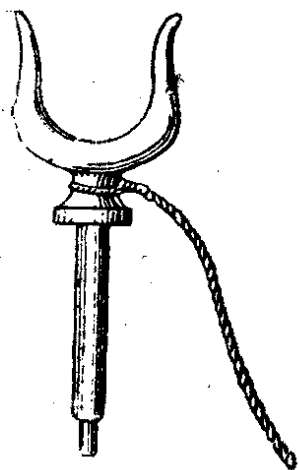

Рис. 215. Уключина шлюпки.
2. Уключины (рис. 215) служат в качестве опоры для весла при гребле. В шлюпке их надлежит иметь по количеству гребцов и одну запасную, которая хранится в кесе. При помощи тонкого штерта уключины прикрепляются к бортам внутри